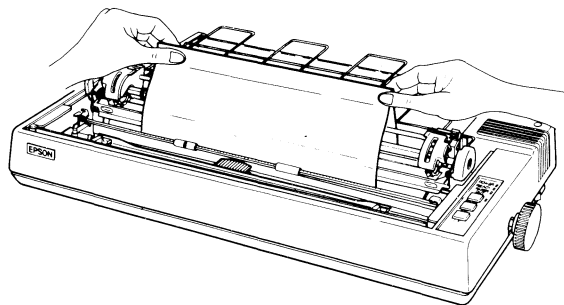

Fig 3.14 Injustering av papperets övre kant
- a) Frigör låsarmen och justera enligt fig 3.14.